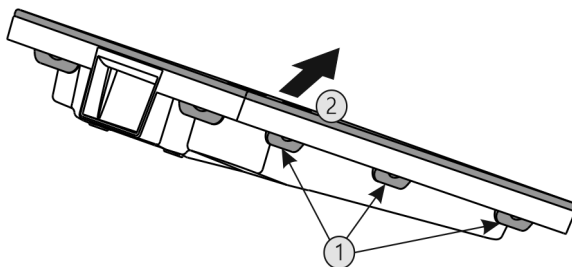

Fig. 49
- Stlačte za sebou všechny západky Fig. 49 (1) a sejměte kryt Fig. 49 (2).